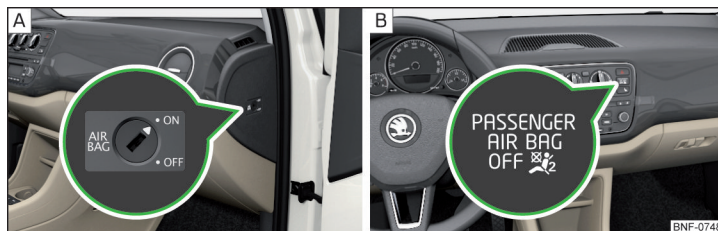

Fig. 11 Comutator cu cheie pentru airbagul frontal al pasagerului față/lampă de control pentru airbagul frontal al pasagerului față
Airbagul frontal al pasagerului față se poate dezactiva de la comutatorul cu cheie » fig. 11 la pagina 16 - [A].
Pozițiile comutatorului cu cheie » fig. 11 - [A]
**ON** Airbagul frontal al pasagerului față activat - după cuplarea contactului **nu se aprinde** lampa de control **OFF** » fig. 11 - [B]